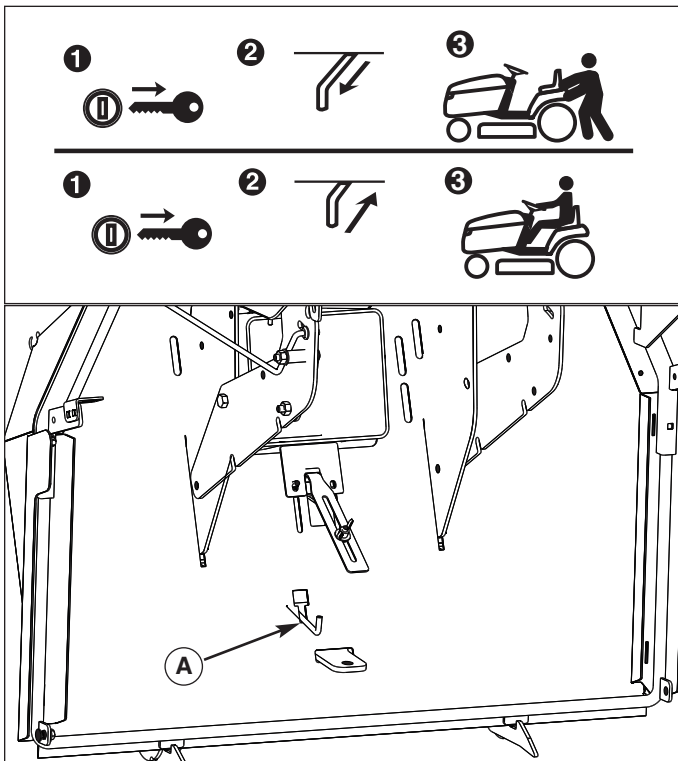

Figure 2.2. Levier de débrayage de la transmission (4WD)
2. Enfoncer de 6.4 cm environ le débrayage de la transmission pour bloquer en position débrayée (Figure 2.2).